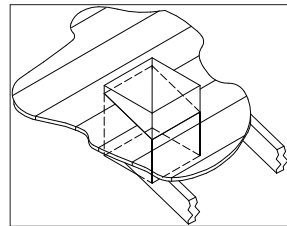

Figure 20
**6.** Introduire la boîte de support dans le toit comme illustré à la Figure 20 et la placer de sorte que sa base dépasse en dessous de la finition du plafond d'au moins 5 cm (2 po). Aligner la boîte de support verticalement et horizontalement à l'aide d'un niveau. Agraffer temporairement la boîte de support en place dans les murs intérieurs et le voligeage.